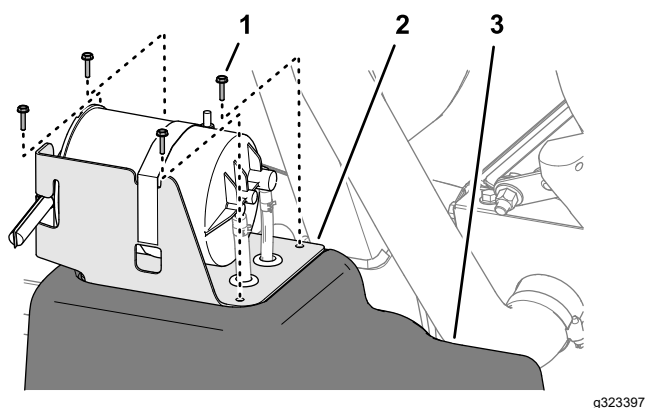

Figura 92
5. Alinee los orificios del soporte del cartucho de carbón con los orificios del depósito de combustible (Figura 92).
6. Monte el soporte en el depósito (Figura 92) con los 4 tornillos (Nº 10 x ¾").